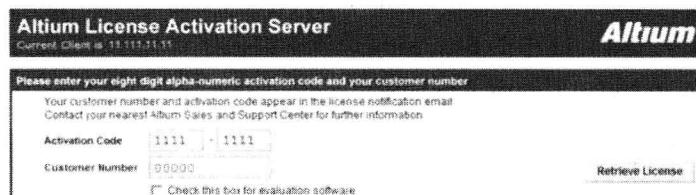

图 1-13 输入许可信息窗口
(3) 在窗口中输入用户号和激活代码，如果没有这些信息的话，可以与当地 Altium 销售商和技术中心联系。或者单击 Retrieve License 按钮重新获得许可信息，如图 1-13 所示。